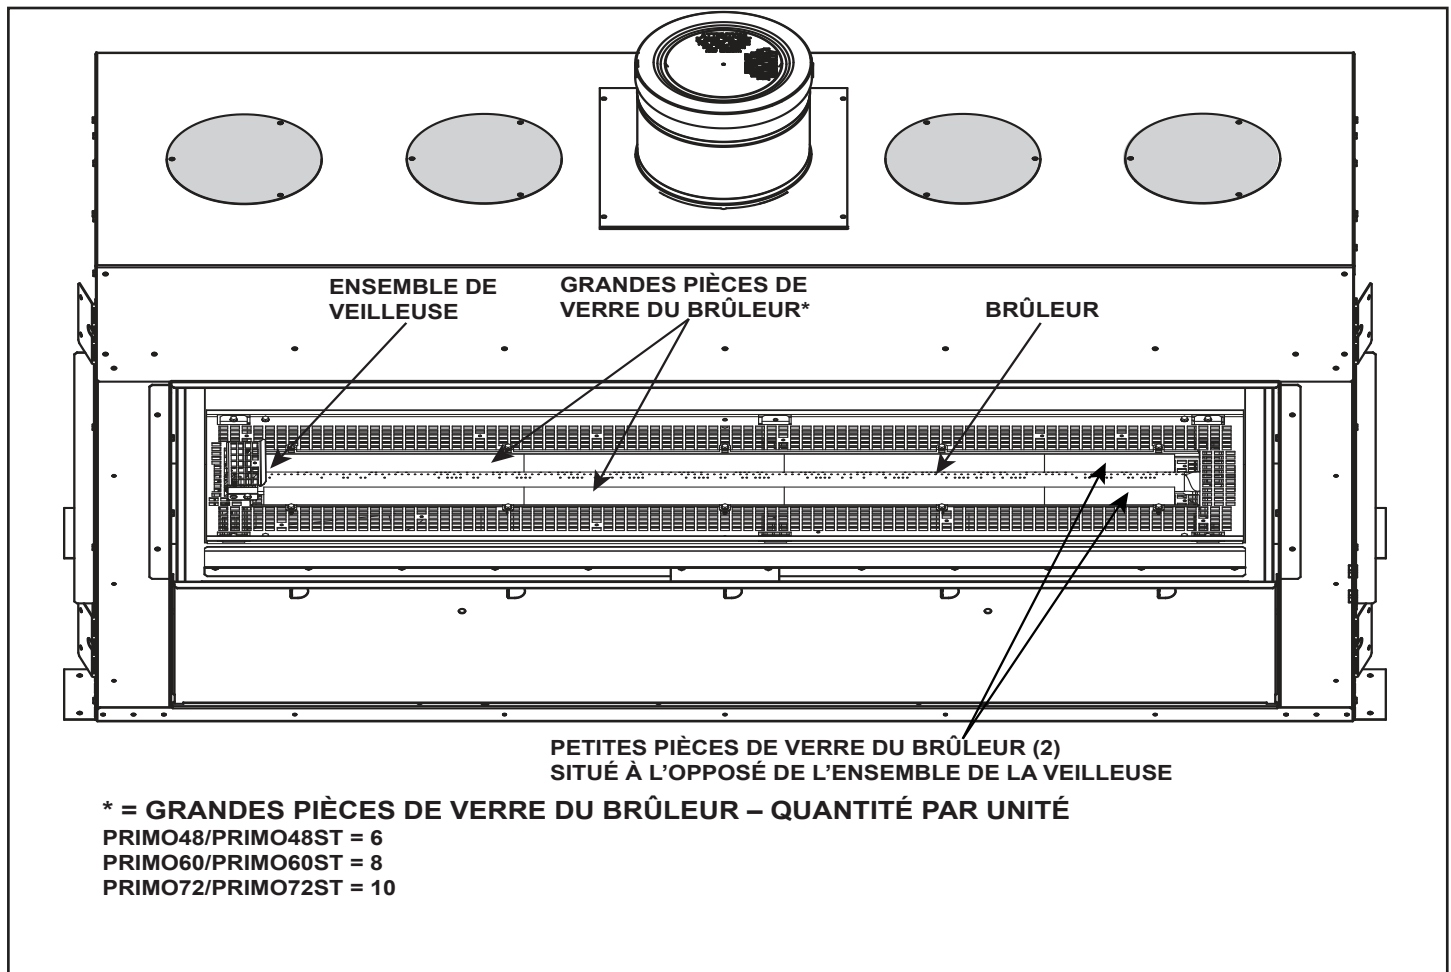

Figure 6.21. Installation de la vitre du brûleur
2. Placez la vitre du brûleur bien serrée contre le tube du brûleur, comme il est indiqué à la figure 6.21.